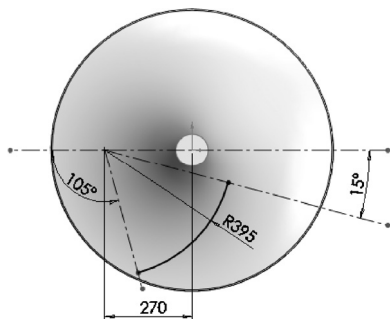

图 4-23 绘制草图 1
STEP 5 在“上视基准面”中绘制如图 4-23 所示的草绘图形（主要参数用于定义圆弧线的位置和大小，圆心位于水平中心线上）。